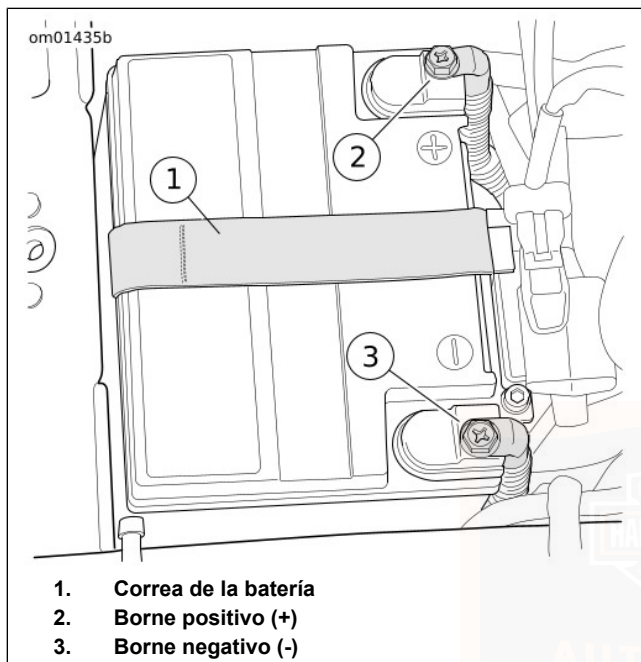

Figura 93. Compartimento de la batería
9. Vea Figura 93. Desconecte ambos cables de la batería, el cable negativo de la batería primero.
2. Vea Figura 93. Coloque la batería en la bandeja de la batería, con el lado del terminal hacia adelante.